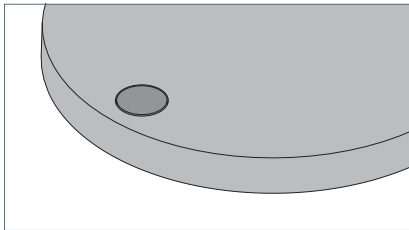

Fig. 3: Tasto.
- ▶ Premere brevemente il tasto, vedi Fig. 3.
- ▶ Premere il tasto e tenerlo premuto, vedi Fig. 3.
- ▶ Premere il tasto, tenerlo premuto per dieci secondi finché l'apparecchio d'illuminazione non inizia ad accendersi a intervalli regolari, vedi Fig. 3.